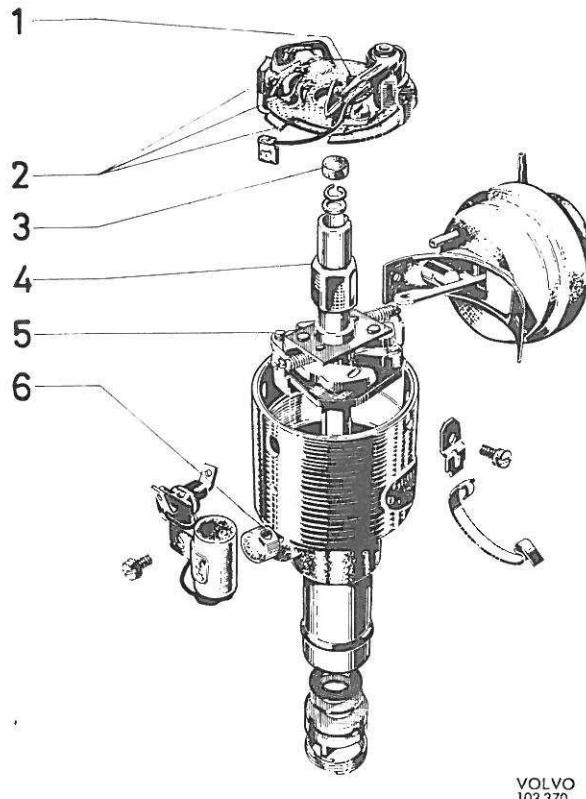

Fig. 3-43. Schéma de lubrification de distributeur
1. Graisser les pièces de distributeur en se référant à la fig. 3-43.
4. Lubrifier le distributeur en se référant à la fig. 3-43.